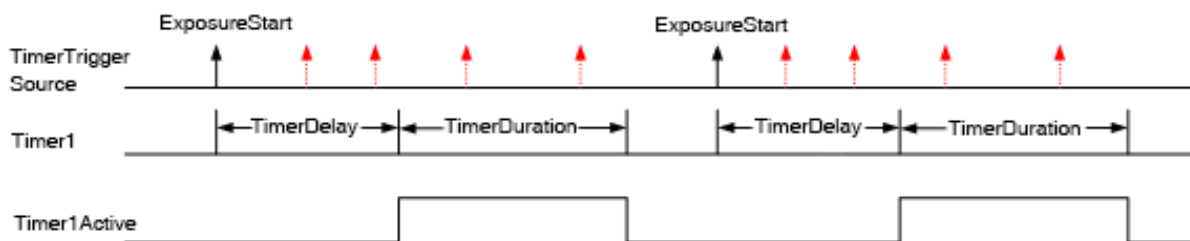

图 8-66 Timer1Active 与曝光开始信号的关系
- 1) 从定时器开始启动到 Timer1Active 完整输出，这个过程不会被曝光开始信号打断，即 Timer1Active 必须完整输出，才能根据下一个曝光开始信号开始计时。如图 8-66 所示，红色的曝光开始信号是被忽略的。